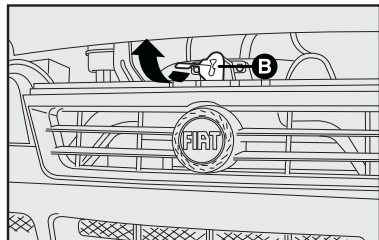

fig. 81
- levantar o capô, empurrando para cima a alavanca **B-fig. 81**.